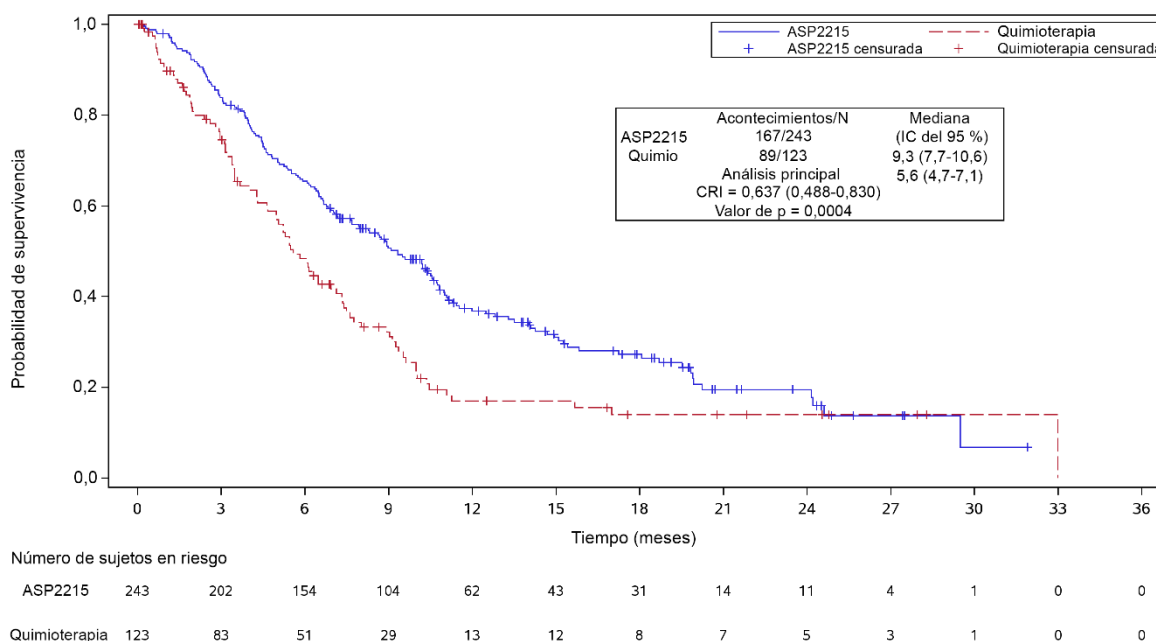

Figura 10: Curva de Kaplan-Meier sobre la supervivencia global
- 18.1.6.1. En el análisis final, la mediana de la SG del grupo que usó el gilteritinib fumarato fue mayor (9,3 meses) que la del grupo que se sometió a quimioterapia antineoplásica de último recurso (5,6 meses) en la población CDx+. Se calculó que el cociente de riesgos instantáneos (CRI) estratificado por regresión de Cox fue de 0,637 (IC del 95 %: 0,488-0,830) para la quimioterapia antineoplásica de último recurso; valor de *p* (orden logarítmico estratificado unilateral) = 0,0004, lo que corresponde a una reducción del riesgo relativo de muerte a favor del gilteritinib fumarato. En la Figura 10 se recoge una curva de Kaplan-Meier al respecto.